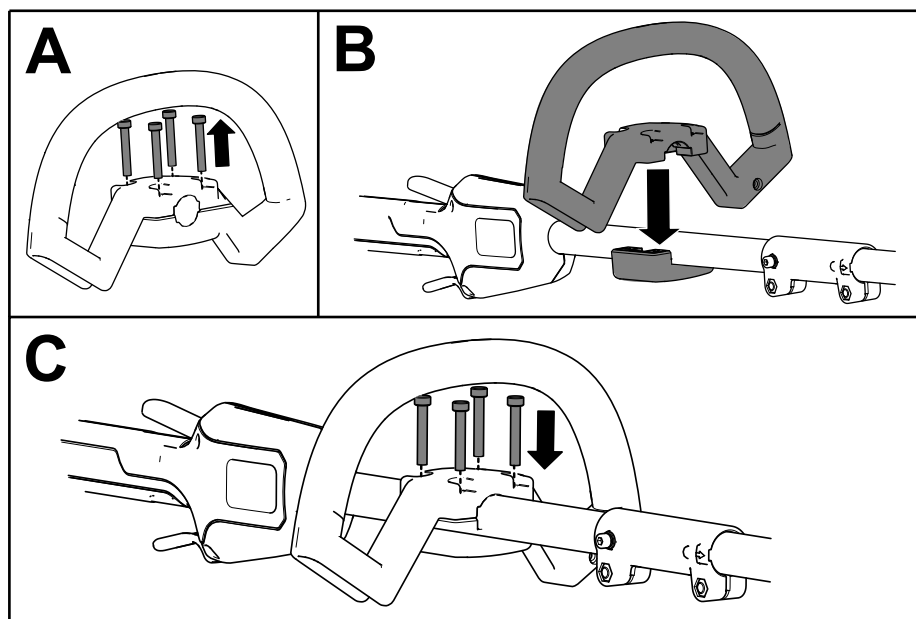

Figure 5
1. Séparez la poignée auxiliaire du support en retirant les 4 vis à tête creuse à l'aide de la clé Allen fournie (A de la Figure 5).
2. Placez la poignée auxiliaire au-dessus de son support sur le manche (B de la Figure 5).
3. Fixez la poignée auxiliaire à son support à l'aide des 4 vis à tête creuse retirées précédemment (C de la Figure 5).